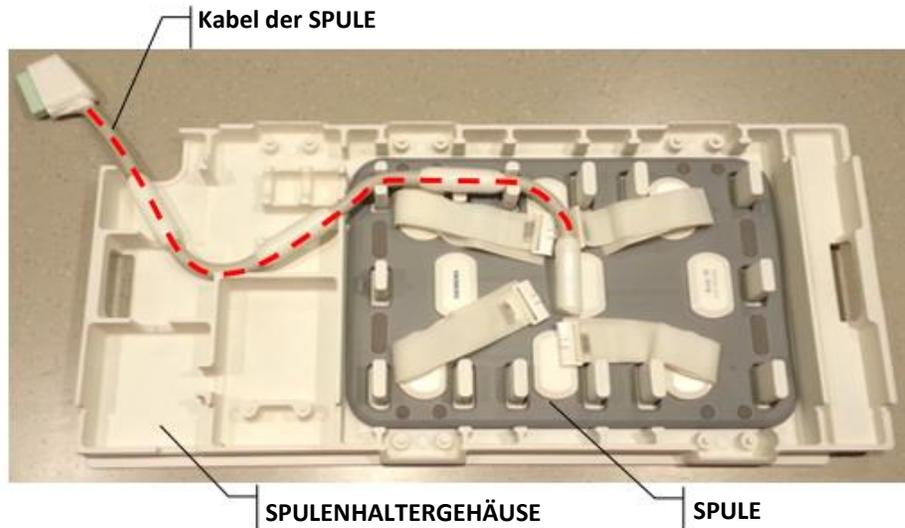
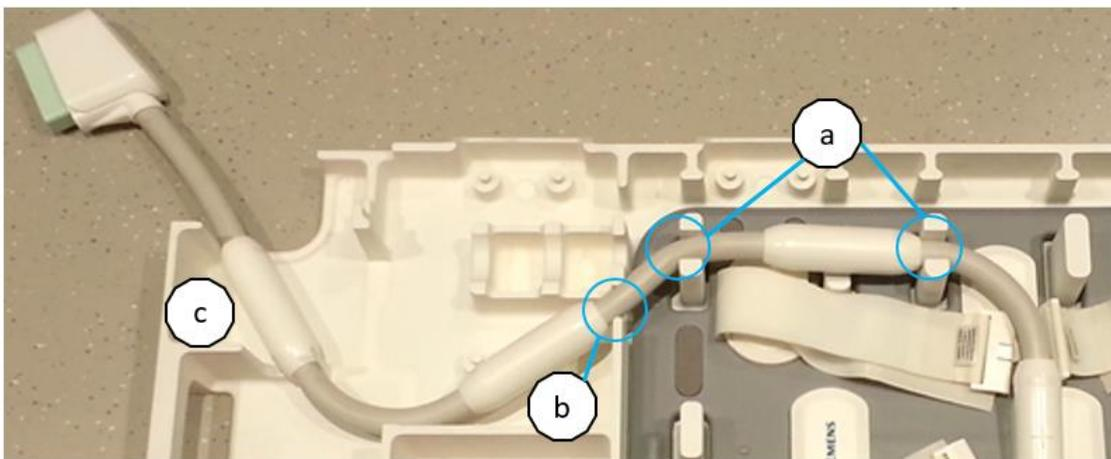
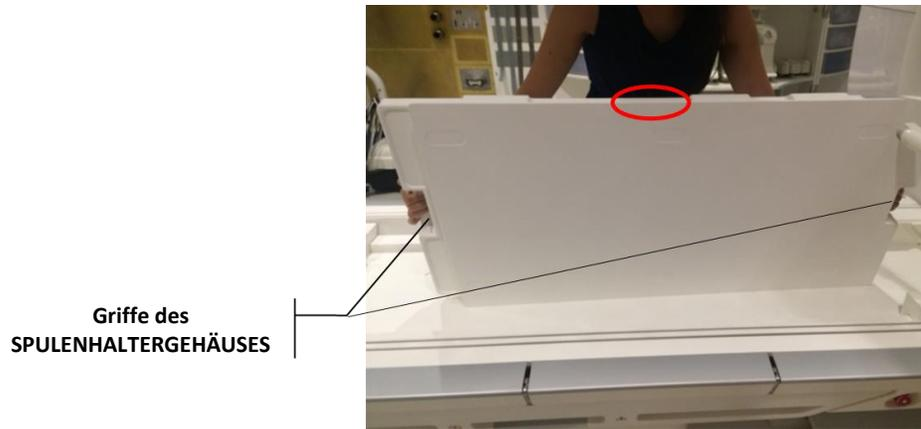

Abbildung 4: Spulenhaltergehäuse mit eingesetzter Bildgebungsspule und Kabel
Abbildung 5: Einsetzen der Spule in das Spulenhaltergehäuse
Abbildung 8: Positionierung des Spulhaltergehäuses mit der flachen Seite nach oben auf dem MRT-Tisch
2. Die Spule in das Spulenhaltergehäuse einsetzen und das Kabel der Spule verlegen (*Abbildung 4*).
3. Achten Sie darauf, dass die Baluns der Spulenkabel gestützt werden (*Abbildung 4* und *Abbildung 5*):
7. Legen Sie das zusammengestellte Spulenhaltergehäuse mit der flachen Seite nach oben auf den MRT-Tisch. Richten Sie den Kabelausschnitt des Spulenhaltergehäuses auf das kopfseitige Ende des MRT-Tisches aus. Um das Kabel nicht zu beschädigen, ist das Spulenhaltergehäuse mit den Griffen an der Seite einzusetzen (Abbildung 8). Neigen Sie die Anordnung vorsichtig mit einer Hand im umkreisten Bereich nach unten, wobei die andere Hand den Kabelstecker der Spule in seiner Lage (siehe Abbildung 4) hält.